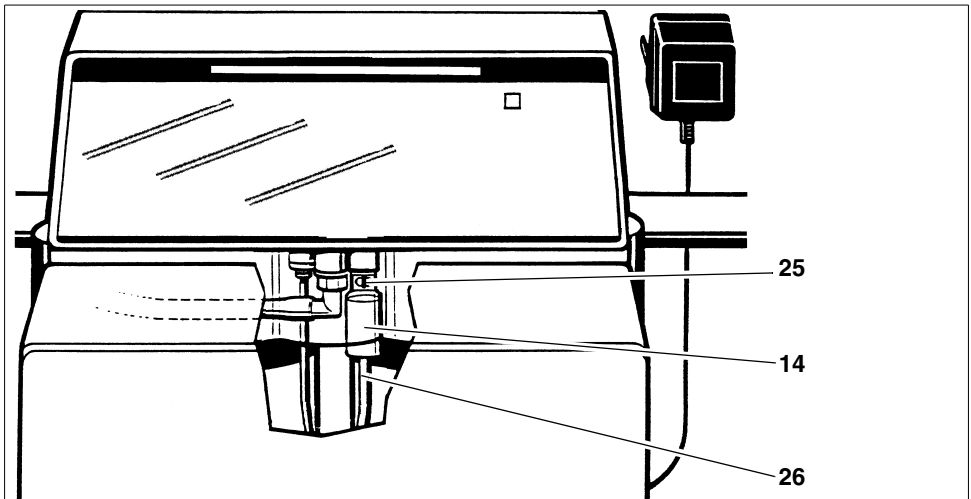

Abb. 12: Zur Reinigung demontieren
- Einen kräftigen Strahl Wasser von oben nach unten durch das Ansaugsieb (**14**) fließen lassen (siehe Abb. 12).